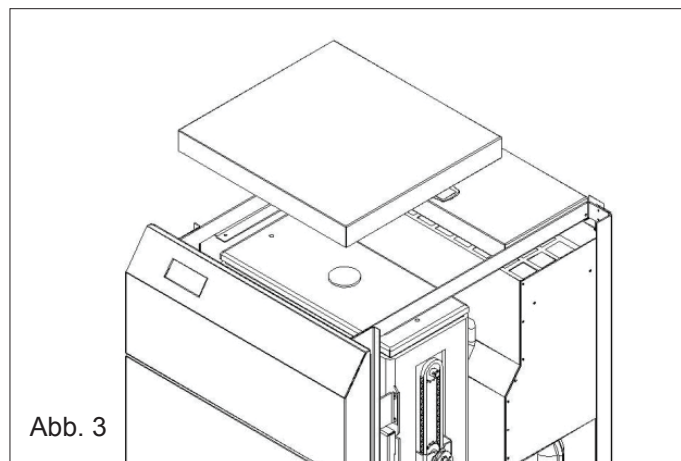

Abb. 3
- die Maschine von der Netzversorgung isolieren (Abb.3);
- die obere Abdeckung entfernen (Abb. 3);